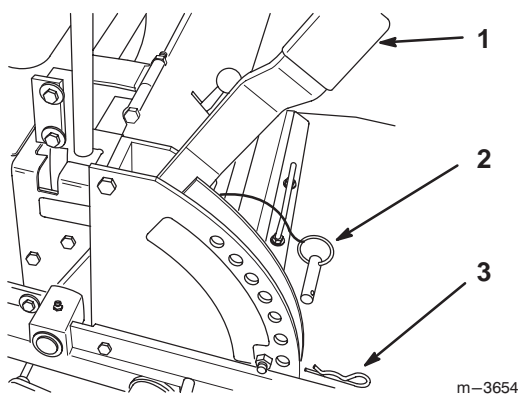

Figure 10
1. Relevez le levier de sélection de hauteur de coupe en position de transport (qui correspond aussi à la hauteur de coupe de 114 mm) (Fig. 10).
2. Pour changer de hauteur de coupe, retirez la goupille fendue et l'axe de chape du support de hauteur de coupe (Fig. 10).
3. Placez l'axe de chape dans le trou du support correspondant à la hauteur de coupe voulue (Fig. 10).
4. Fixez l'axe de chape avec la goupille fendue (Fig. 10).